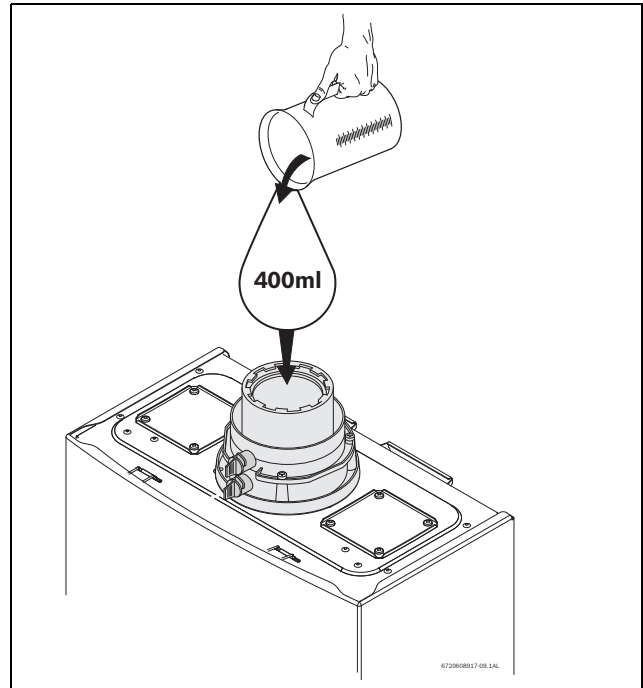

Рис. 32 Заповнення сифону перед першим запуском
- ▶ Заповніть сифон, заливши приблизно 400 мл води у газопровідний патрубок зверху апарата, див. Рис. 32.